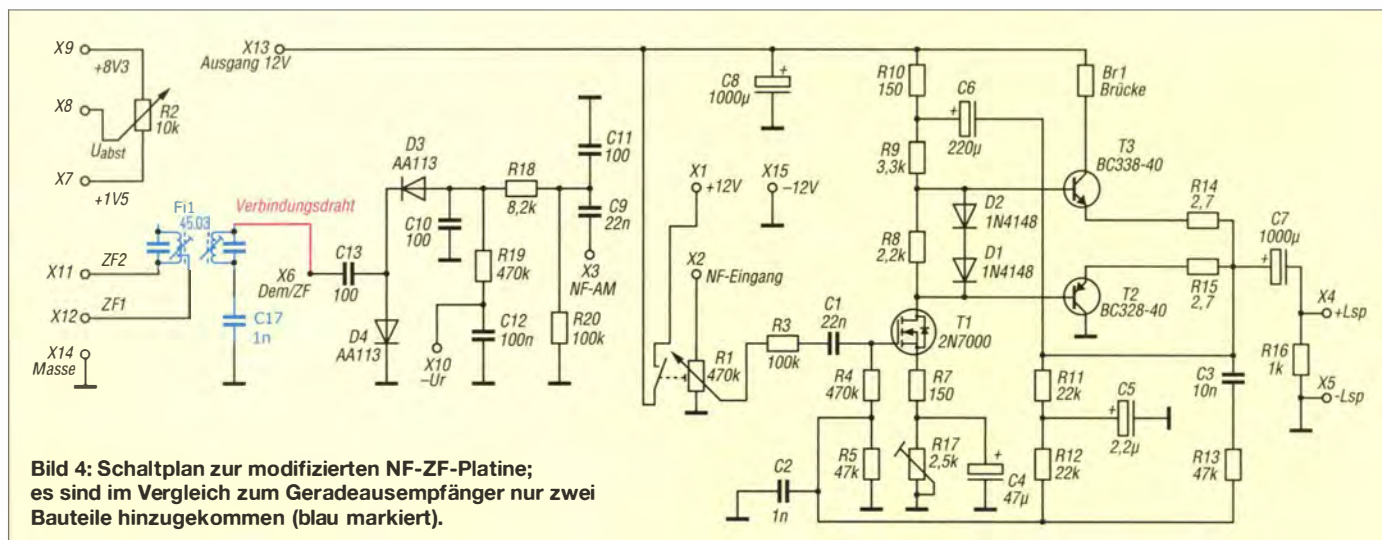
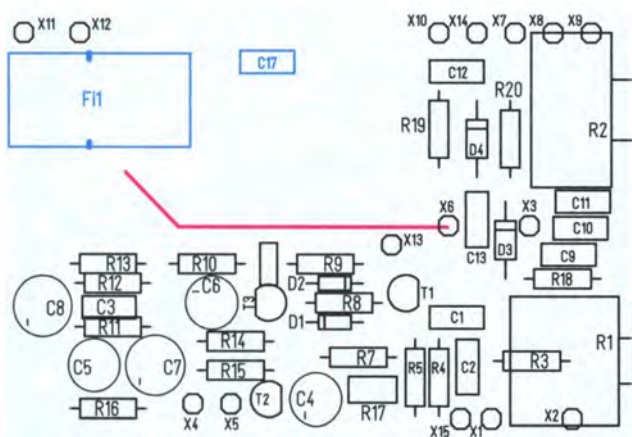

Bild 4: Schaltplan zur modifizierten NF-ZF-Platine; es sind im Vergleich zum Geradeausempfänger nur zwei Bauteile hinzugekommen (blau markiert).
Bild 6: Die neu zu bestückenden Bauteile auf der NF-ZF-Platine sind blau gezeichnet.
und dem Kondensator C17 bestückt. Die resultierende Schaltung ist in Bild 4 und der Bestückungsplan in Bild 6 zu sehen. Die genannten Bauteile sind dort farbig hervorgehoben.
Anschließend wird der einzelne Draht, der vom Anschlusspunkt X5 der HF- zu X6 der NF-ZF-Platine führt, von X5 abgelötet, entsprechend gekürzt und neben dem Bandfilter am Verbindungspunkt von D5 und R25 wieder angelötet (Bild 6). Wie im Schaltplan gemäß Bild 4 zu erkennen, stellt die NF-ZF-Platine nun im Prinzip einen Detektorempfänger für Signale mit der Frequenz 455 kHz (ZF) dar. Damit ist der Umbau dieser Leiterplatte zunächst abgeschlossen und wir wenden uns der HF-Platine zu.